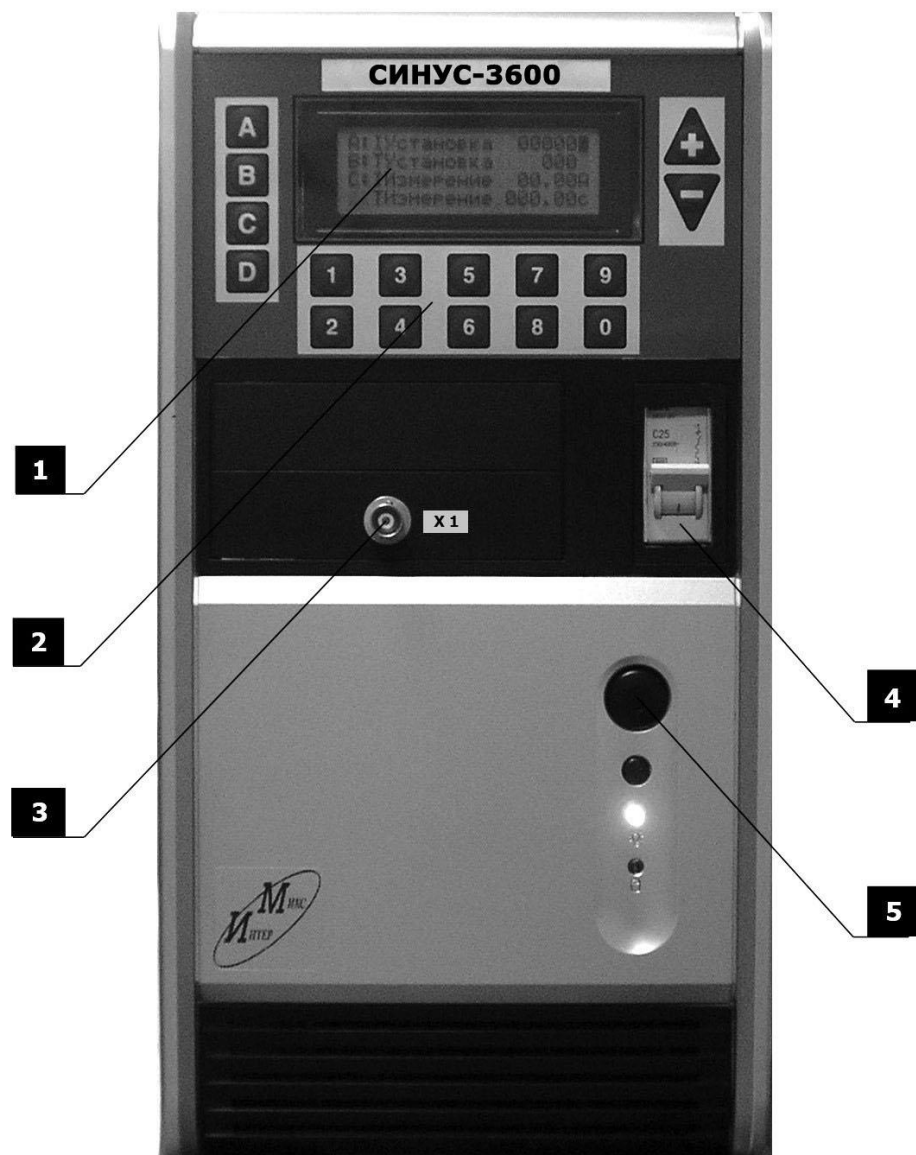

Рис.2. Передняя панель комплекта СИНУС-3600
4.3.2 Жидкокристаллический дисплей, клавиатура, автоматический выключатель, разъем синхронизации и кнопка сброса находятся на передней панели комплекта (рис. 2):